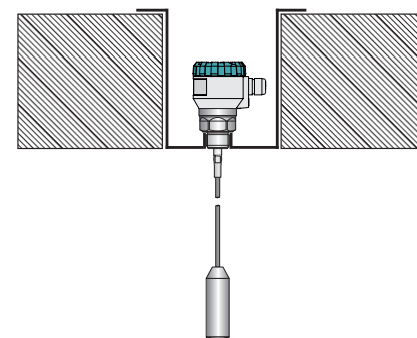

Рис. 9: Установка уровнемера на крыше бетонного зернохранилища до опускания
- Если толщина бетона больше диаметра отверстия, необходимо установить уровнемер в углублении – см. рис. 9.